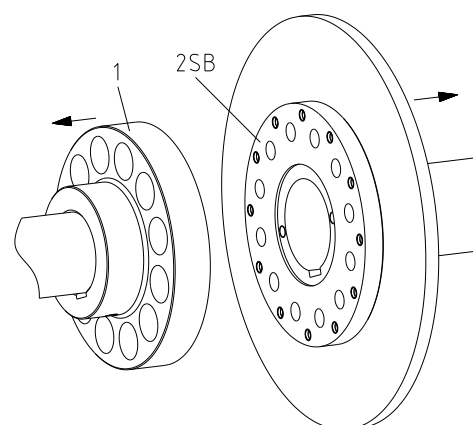

Bild 11
- Montera naven på driv- och kraftuttagssidans axlar så att kopplingsnavens plana ytor ligger jämnt med axlarnas ändar (se bild 11).